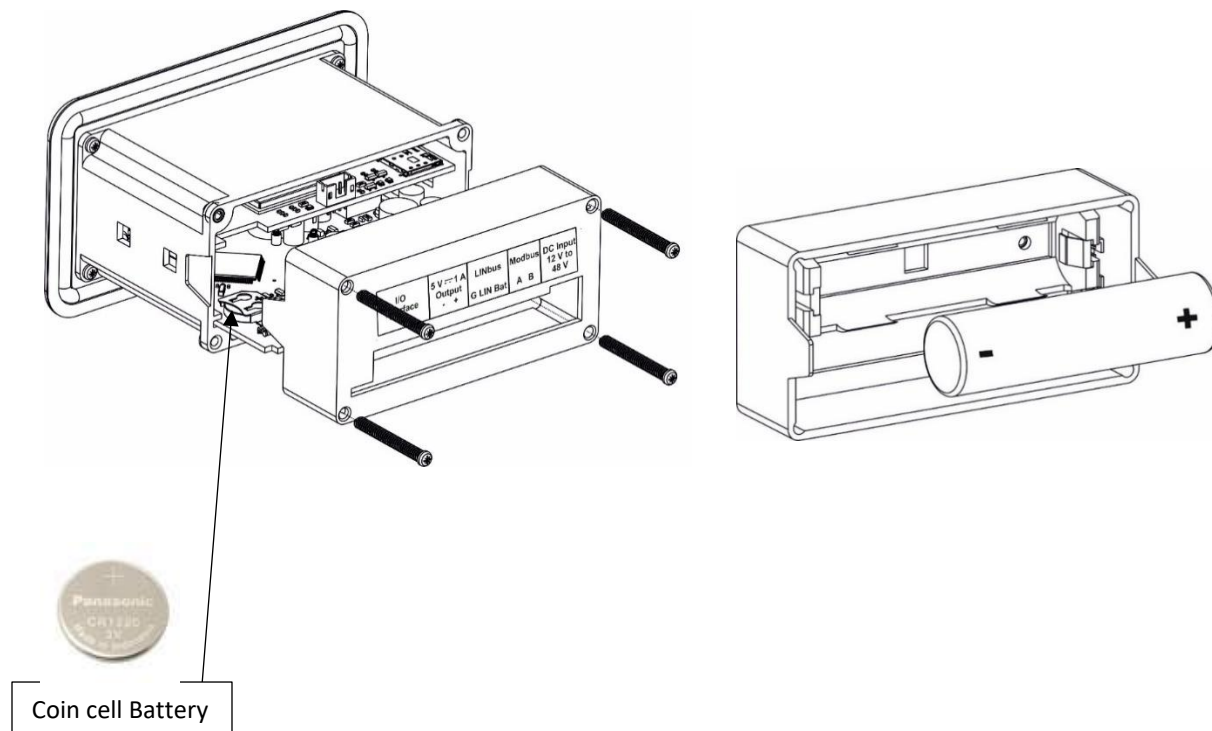

Figure 12 Insertion de la batterie
- Pour remplacer la batterie, coupez l'alimentation électrique et retirez le couvercle arrière de l'enregistreur de données, comme indiqué sur la figure 12.
- Pour remplacer la pile bouton, ouvrez le capot arrière comme illustré à la figure 12.